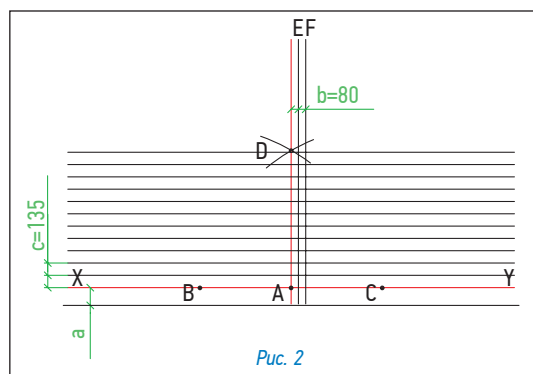

Рис. 2
Укладка материала (рис. 2)
- Начальный ряд формируется из специальной коньково-карнизной черепицы, либо из листов черепицы обрезанных по линии образованной конечными точками вырезов. Элементы начального ряда укладываются по линии карниза в обе стороны от линии Z (рис. 2а) и фиксируются по нижнему краю битумной мастикой, а по верхней кромке 4 гвоздями (ось гвоздей на 5 см ниже верхнего края полосы);
- далее первый ряд черепицы укладывается от линии AD (рис. 2б);
- второй ряд укладывается от линии Z (со смещением 12,5 см от AD) (рис. 2б);
Разметка крыши (рис. 2)